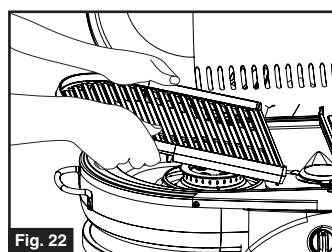

Fig. 22
- Posez une grille ou plaque ou porte-plat au-dessus de chaque brûleur. (Fig. 22, 23, et 24)